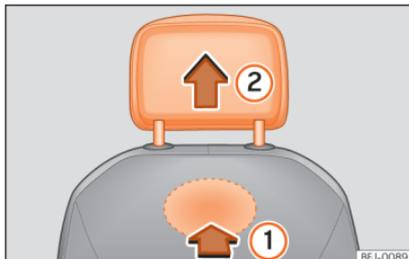

Fig. 109 Encosto de cabeça dianteiro: desmontagem.
- » » Fig. 109 **①**.
- Retire o encosto de cabeça no sentido da seta **②**.